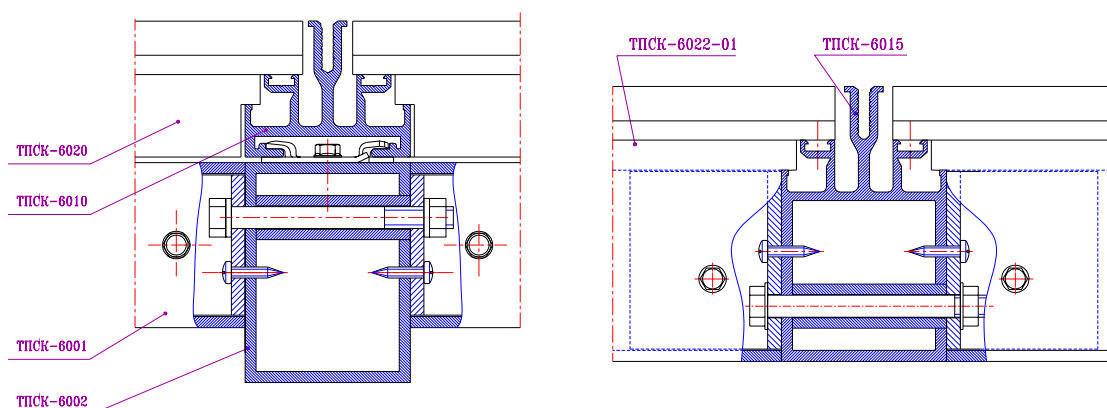
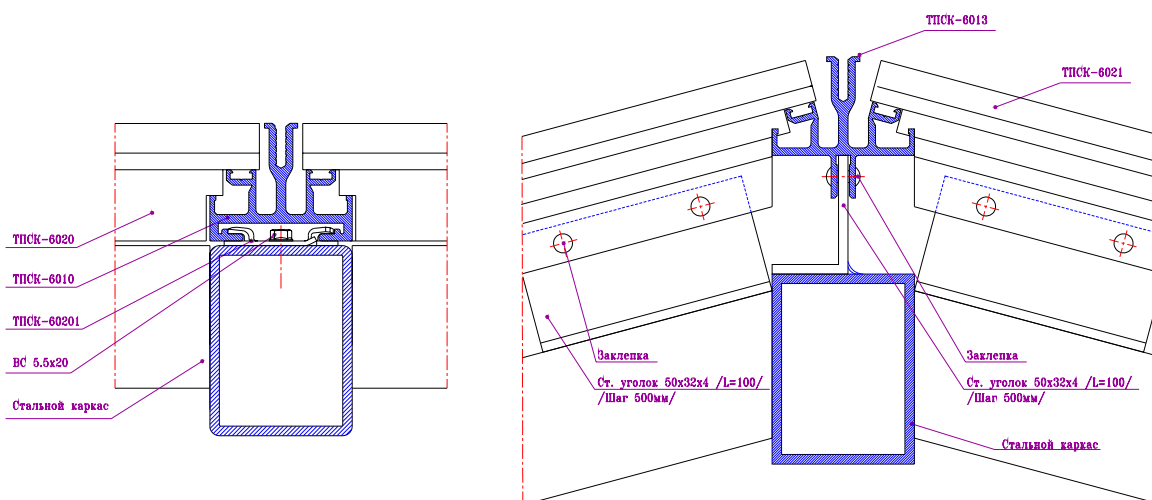

Рис.9-1 Каркас из алюминиевых профилей, соединяемых через закладные
Рис.9-2 Каркас из стальных труб 60х60 и/или 60х80, соединяемых сваркой
- Конструкции могут собираться на стальном, алюминиевом каркасе или без каркаса. Стальной каркас изготавливается из стальных горячекатаных профилей, соединяемых сваркой (рис.9-2) или с помощью винтовых соединений. Алюминиевый каркас состоит из элементов алюминиевых прямоугольных труб 60х60 и/или 60х80, соединяемых закладными деталями с применением винтовых соединений (рис.9-1). Бескаркасные конструкции состоят из элементов алюминиевых профилей, также соединяемых закладными деталями.